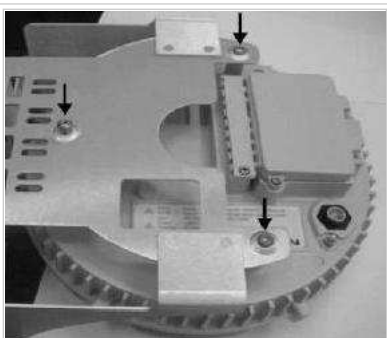

Fig. 2 - Separación del equipo de su base
- Retirar los 3 tornillos indicados con una flecha en Fig. 2 y separar el equipo de su base.